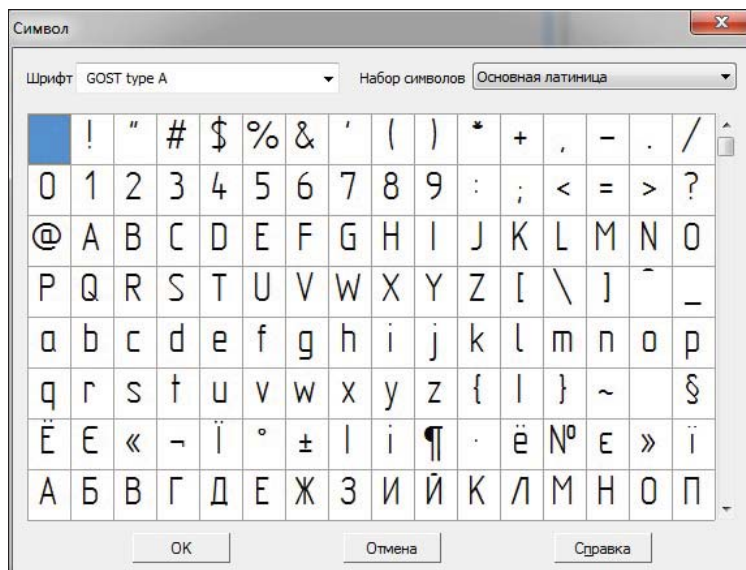

Рис. 12.17. Диалог Символ
- ◆ при нажатии ЛК мыши на кнопку **Символ** появляется одноименное диалоговое окно (рис. 12.17) с элементами для вставки;